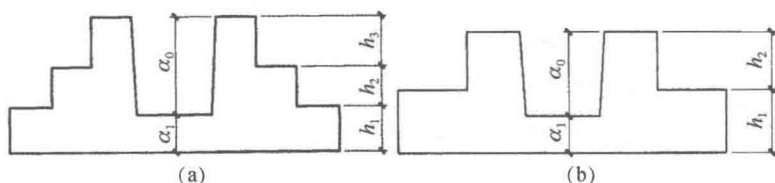
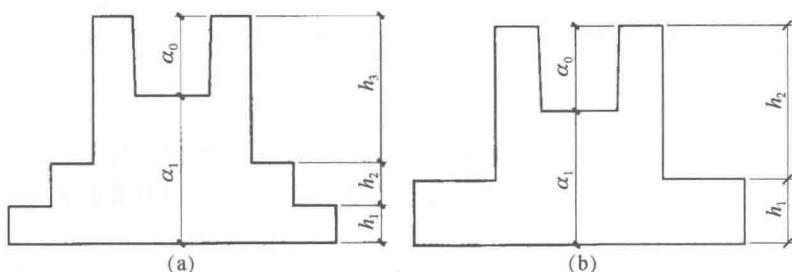

图 1-4 阶形截面杯口独立基础竖向尺寸
图 1-5 阶形截面高杯口独立基础竖向尺寸
②杯口独立基础
a. 阶形截面。当基础为阶形截面时，其竖向尺寸分两组，一组表达杯口内，另一组表达杯口外，两组尺寸以“,”分隔，注写方式为“ $a_0/a_1, h_1/h_2/\dots$ ”，如图 1-4、图 1-5 所示，其中杯口深度 a_0 为柱插入杯口的尺寸加 50mm。